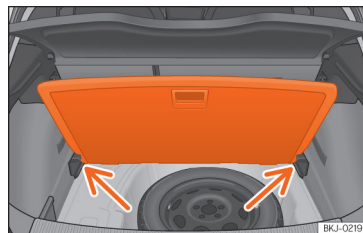

Fig. 140 Piso variável da bagageira: posição inclinada.
- Apoie o piso sobre os alojamentos previstos para o efeito » » Fig. 140 [setas].